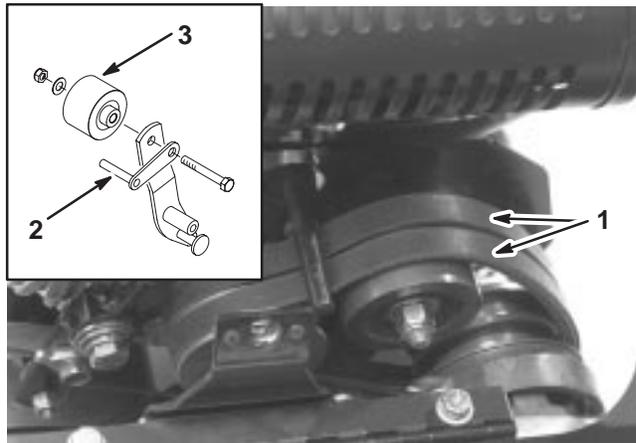

Bild 40
8. Wenn Sie das Schieben oder Ziehen der Maschine ohne Starten des Motors vereinfachen möchten, stellen Sie den Riemenführungseinsatz ein (Bild 40, Nebenbild). Gehen Sie folgendermaßen vor: